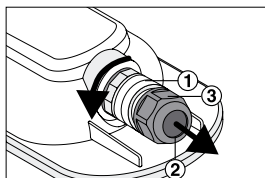
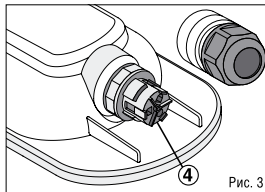

Рис. 2
Рис. 3
- Для подключения светильника к сети необходимо открутить колпачок коннектора ① (Рис. 2), ввести сетевые провода в уплотняемое отверстие ② в гайке ③ и подключить к клеммной колодке ④ в коннекторе в соответствии с указанной маркировкой: 1 – клемма L1, 2 – клемма N, 3 – клемма L2 (Рис. 3). Клемма L2 предназначена для реализации вкл/выкл внешнего выключателя светильника Проверить надежность электрических соединений. После подключения плотно закрутить колпачок и гайку коннектора, в уплотняемое отверстие свободного коннек-